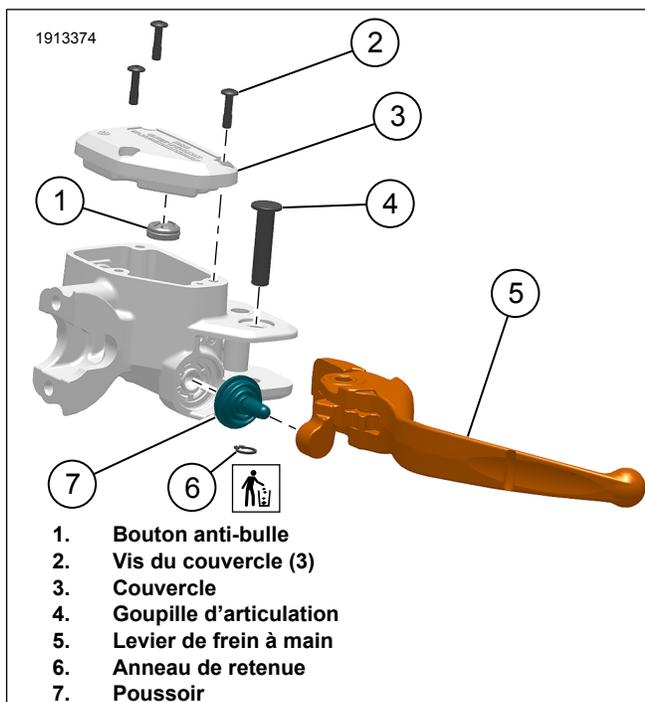

Figure 5. Ensemble de maître-cylindre de frein avant
4. Voir la Figure 5. **Modèles Touring UNIQUEMENT:** Retirez le piston (7) et la tige de poussée. Consultez le manuel d'entretien.
1. Voir la Figure 5. **Modèles Touring UNIQUEMENT:** Installez la **nouvelle** tige de poussée et le nouveau piston (7).